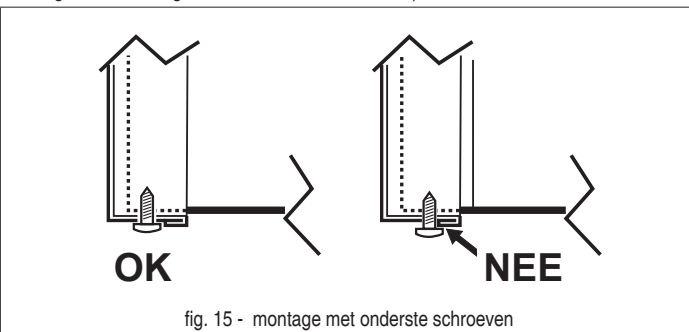

fig. 15 - montage met onderste schroeven
3. Ga in omgekeerde volgorde te werk om het voorpaneel weer terug te plaatsen. Zorg ervoor dat het goed vastzit op het bovenpaneel en volledig steunt op de zijpanelen. De kop van schroef "A" moet, eenmaal vastgedraaid, geplaatst worden zoals in "fig. 15 - montage met onderste schroeven".